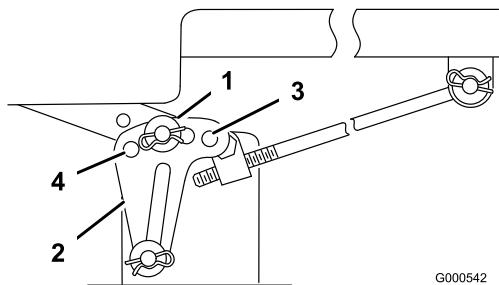

Figura 52
- Retire el pasador y la arandela del soporte de nivelación (Figura 52).
- Para nivelar la(s) cuchilla(s), vuelva a colocar el/los soporte(s) de nivelación en un taladro diferente y vuelva a colocar la arandela y el pasador. (Figura 52). Los taladros delanteros bajan la altura de la cuchilla y los taladros posteriores elevan su altura. Ajuste ambos lados según sea necesario.